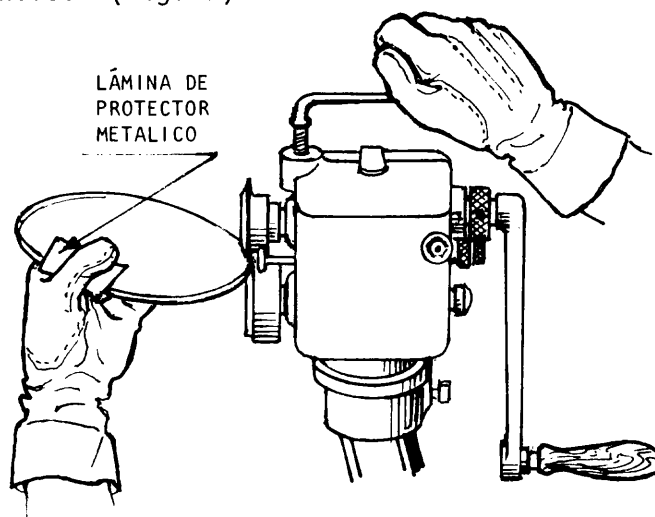

Fig. 7
- ___ e Baje ligeramente el rodillo superior por medio del tornillo de la manivela (fig. 7).